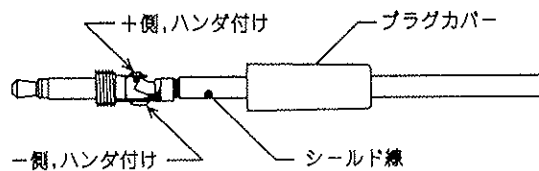

図.9 シールド線接続図
1. 被覆単芯シールド線を用意し，付属のレコーダ出力プラグと 図.9 に示すようにハンダ付けします。シールド線の他方を観測機器の入力と接続します。